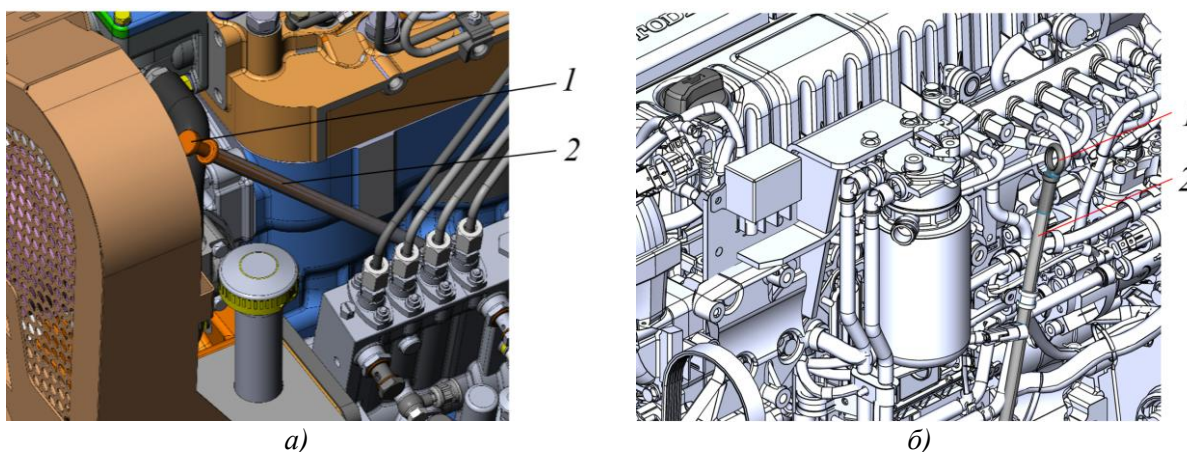

Рисунок 5.22. Место расположения щупа на двигателе
- ▶ Извлечь из держателя масляного щупа 2 масляный щуп 1 рис. 5.22.